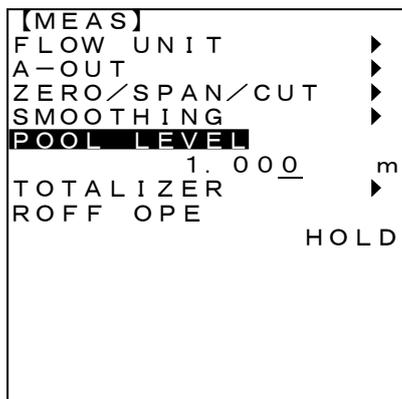

図4-10
- (3) <0>~<9>、<. /STRT>、<- /STOP>キーで数値を入力します。(図4-10)